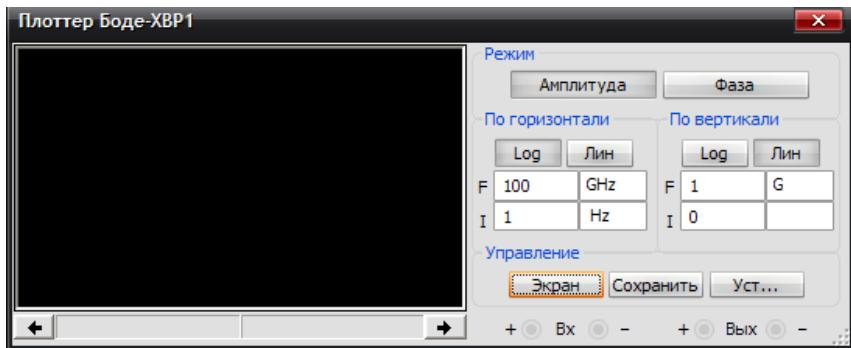

Рис. 2.6.6. Панель плottтера Боде для измерения АЧХ
- Настройте его параметры так, как показано на рис. 2.6.6.